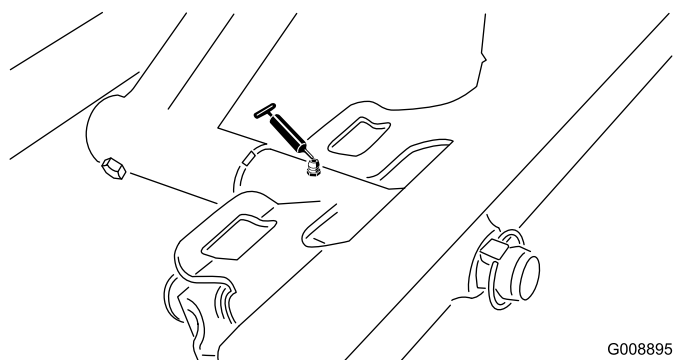

Figure 34
- Pivot d'unité de coupe avant (Figure 34)